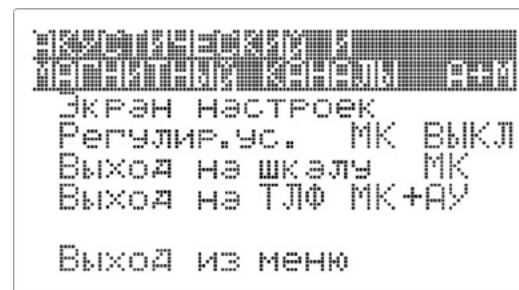

Рисунок 14 – Экран меню режима «А+М»
4.10.6 Экран меню режима «А+М» (рис. 14).